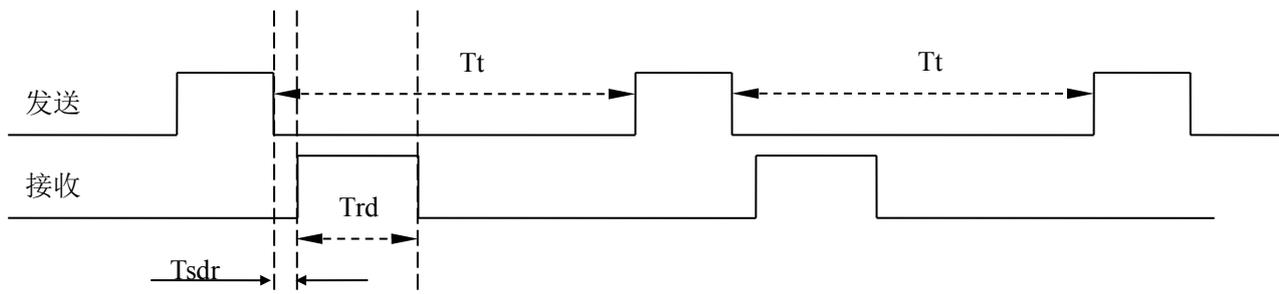

图 33 发送-接收时序图
- ⑤ 如果此时 RS232/485 从设备对总线桥的发送有回答, 如果能保证从设备的回答能在总线桥下一次发送之前完成(可通过加大发送时间间隔来达到此目的)上述梯形图程序仍可满足要求。下面图 33 是发送-接收时序图, 条件是: 从站回答延时时间 $T_{sdr} +$ 接收数据时间 $T_{rd} <$ 发送间隔时间 T_t